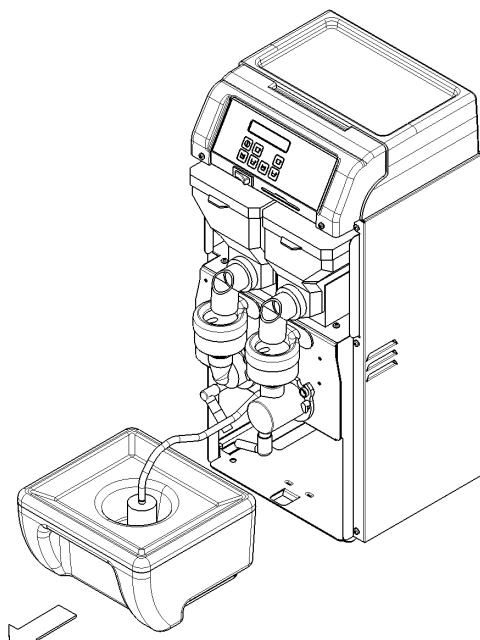

figura 2
- 3** Extraiga el depósito, situado en la parte inferior del armazón, y llénelo con agua mineral natural o con agua corriente potable. Vuelva a colocar el depósito en su alojamiento, asegurándose de que el tubo de aspiración y su correspondiente filtro estén sumergidos en el agua (ver figura 2).